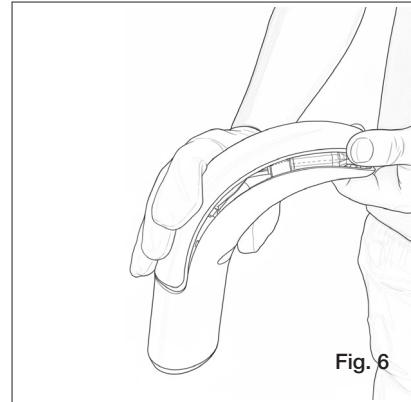

Fig. 6
- Não aproximar os dedos da janela do sensor imediatamente após a ligação do cabo de alimentação (fig. 6).